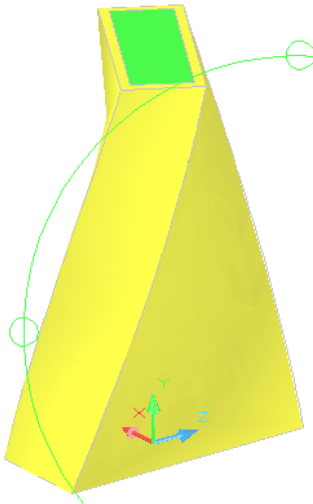

Рис. 6.16
7. Для зміни напрямку погляду вибираємо пункт меню **View ► Orbit ► Free Orbit** (Вид ► Орбита ► Свободная орбита). Отримуємо зображення, показане на рис. 6.16.